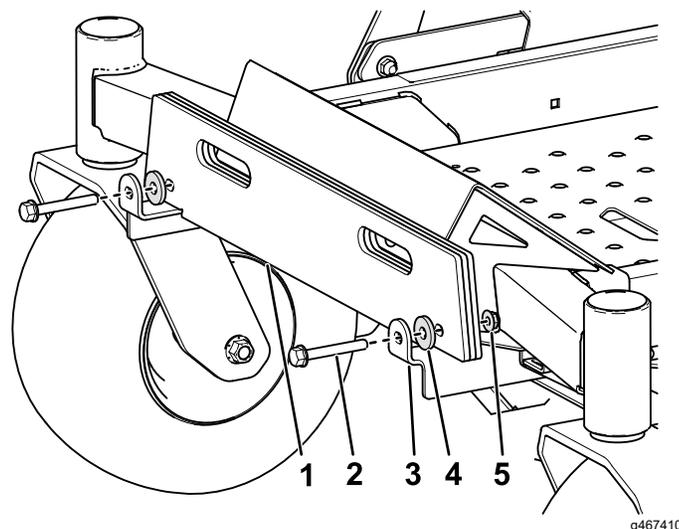

Рисунок 4
2. Установите грузы с ручкой (количество зависит от размера деки) на монтажные кронштейны грузов, используя 2 болта ($\frac{3}{8}$ x $2\frac{3}{4}$ дюйма), 2 шайбы и 2 контргайки ($\frac{3}{8}$ дюйма), как показано на **Рисунок 4**.